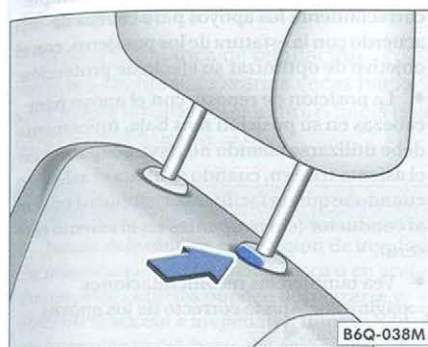
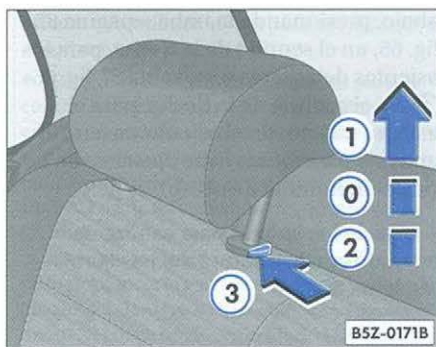

Fig. 65 Ajuste o retire los apoyos para cabeza delanteros
Fig. 66 Regular o desmontar los apoyos para cabeza traseros
- Mueva el apoyo para cabeza hacia arriba o hacia abajo ⇒ fig. 66, hasta alcanzar la altura correcta ⇒ página 86 ⇒ . El apoyo para cabeza tiene 3 posiciones específicas para utilización ①, ② y ③.
- Posición mínima de uso ⇒ fig. 66 ①. Siempre que haya pasajeros en el asiento trasero, los apoyos deben ser levantados hasta esta posición, que es determinada por el primer nivel de encastre "haga clic" en las varillas de soporte.
- Posición de uso ⇒ fig. 66 ②. A partir de la posición "0", los apoyos deben ser ajustados hacia arriba, de acuerdo con la altura del pasajero.
- Posición de reposo ⇒ fig. 66 ③. Presione la traba ③ para bajar totalmente el apoyo ⇒ .
- Presione la traba, ⇒ fig. 65 en el sentido de la flecha, para los asientos delanteros o presione la traba, ⇒ fig. 66 ③ en el sentido de la flecha, para el asiento trasero.
- Empuje el apoyo para cabeza hacia abajo, presionando la traba ⇒ página 87, fig. 65, en el sentido de la flecha, para los asientos delanteros o ⇒ página 87, fig. 66 ③, en el sentido de la flecha, para el asiento trasero. En el asiento trasero, el apoyo para cabezas debe ajustarse en la posición mínima de uso ① ⇒ .